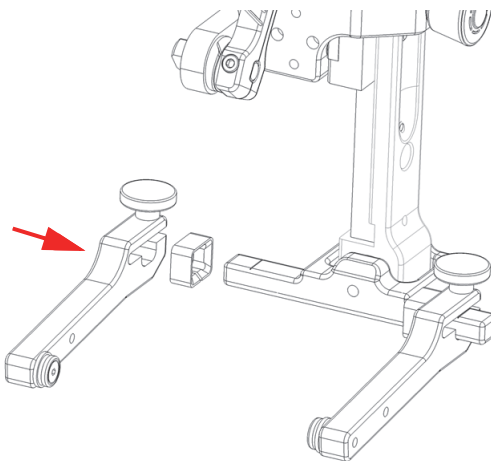

图 2-16 重新安装轭臂
3. 将轭臂放到轭的旋转梁上并滑动到适当的位置，然后使用轭臂指旋螺钉将其固定到位（参见第49页的图 2-16）。